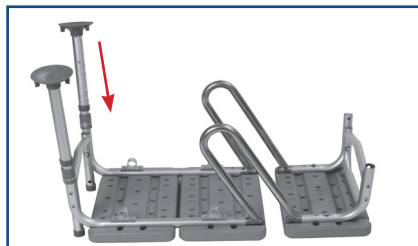

figura 3
5. Fijar la pata que tiene la copa de succión grande (marcada con "A") al presionar la clavija de presión e introducirla dentro del receptáculo que tiene la "A" correspondiente. Repetir lo mismo para la segunda pata. (Figura 3)